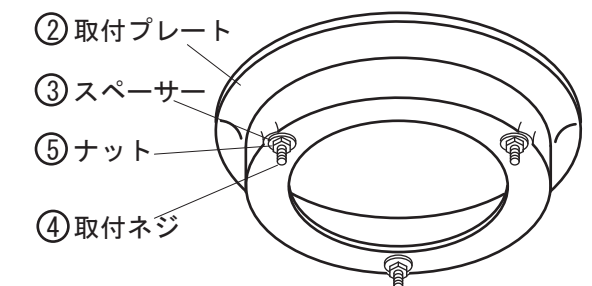

図6 (カウンター裏面より)
- 5) ボウルを固定した状態を右図に示します。(図6参照)